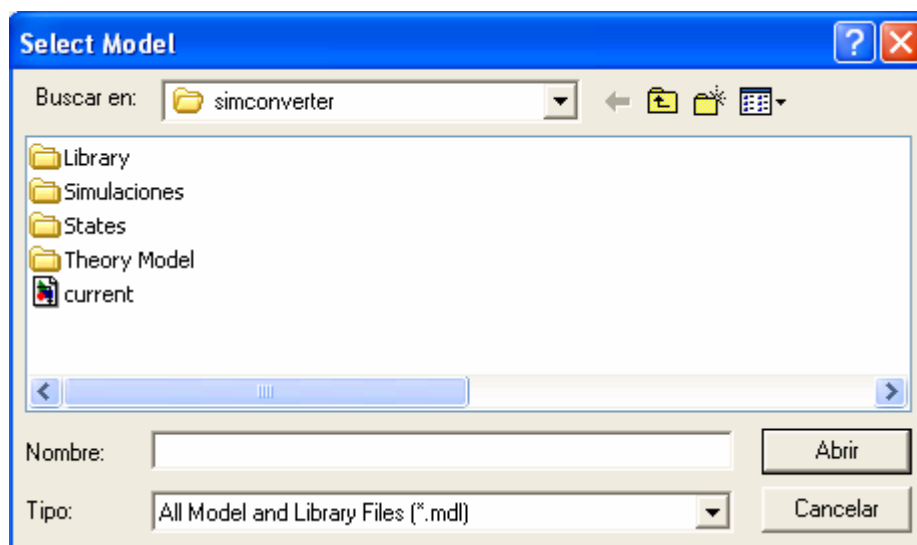

Fig. A1.8.: Cuadro de diálogo al elegir File->Open->Model
- **Model:** Al elegir esta opción, nos aparece el cuadro de diálogo de la figura A1.8., en el que habrá que seleccionar el modelo que queremos abrir para simularlo. En este cuadro de diálogo, se muestran todos los archivos .mdl del directorio de trabajo. Cuando se elige uno de estos modelos, se abre y además su ruta completa aparece en el cuadro de texto Model Simulated de la Zona de